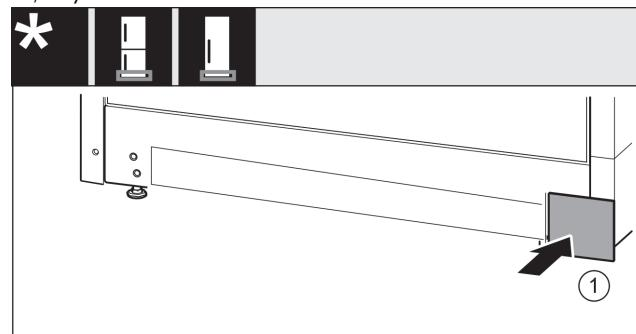

Fig. 19
- Nasadte kryt Fig. 19 (1) opäť na druhej strane.